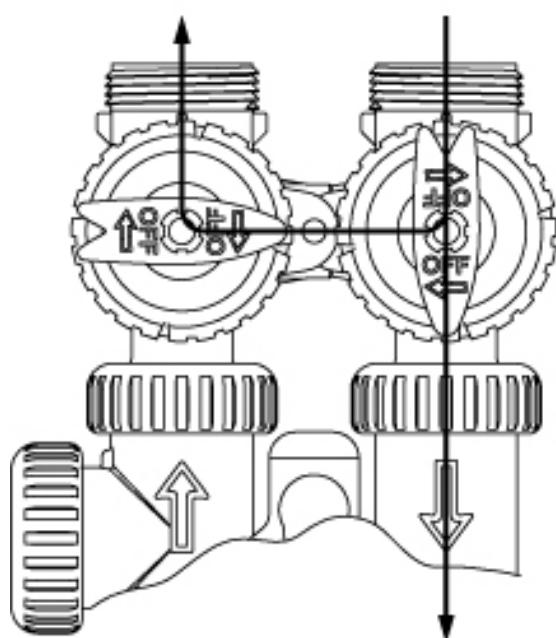

Рисунок 2
- 2. Положение Байпас:** Ручки *Вход* и *Выход* направляются к центру клапана байпаса; управляющий клапан отключается от давления воды из системы трубопроводов. Неочищенная вода подается в систему трубопроводов. (См. Рисунок 2).